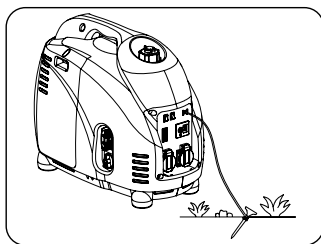

рис. 10
Заземляющий кабель присоединять только к клемме (16) на передней панели генератора. (рис. 10)